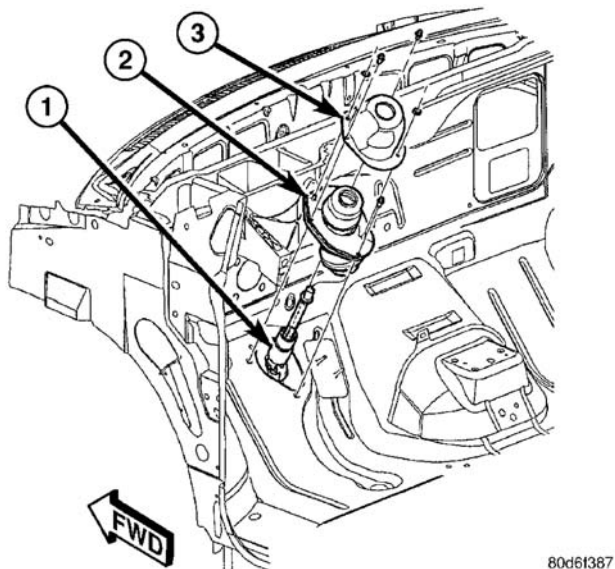

图 68 中间轴仪表密封件和消声器板壳
- (19) 松开两个下管柱安装螺母。
- (20) 拆下两个上管柱安装螺母。
- (21) 拆下转向管柱。
- (22) 拆下转向管柱中间轴上的仪表密封消声器板壳（图68）。
（9）将仪表密封消声器板壳安装到转向管柱中间轴上，并固定到位（图68）。